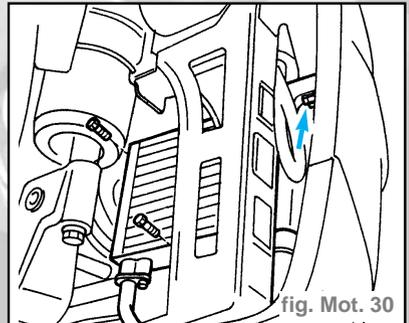

fig. Mot. 30
- Dégager l'échangeur de chaleur de l'huile moteur des fixations représentés ci-contre, le fixer ensuite au groupe motopropulseur (fig. Mot. 30).